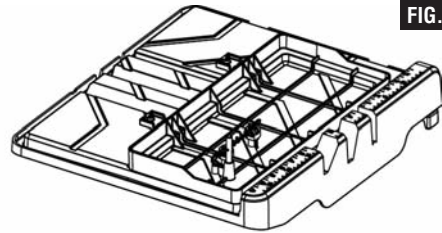

FIG. 27
6. Retire la mesa de trabajo de extensión, voltéela y asegúrela a la mesa de trabajo deslizante (Fig. 27).